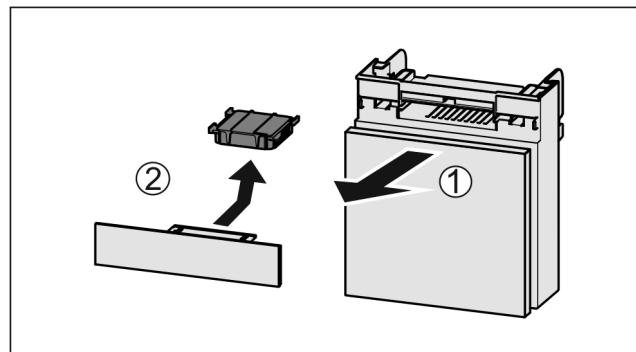

Fig. 142
- Predal izvlecite Fig. 142 (1) naprej.
- Odstranite Fig. 142 (2) aktivni ogleni filter.